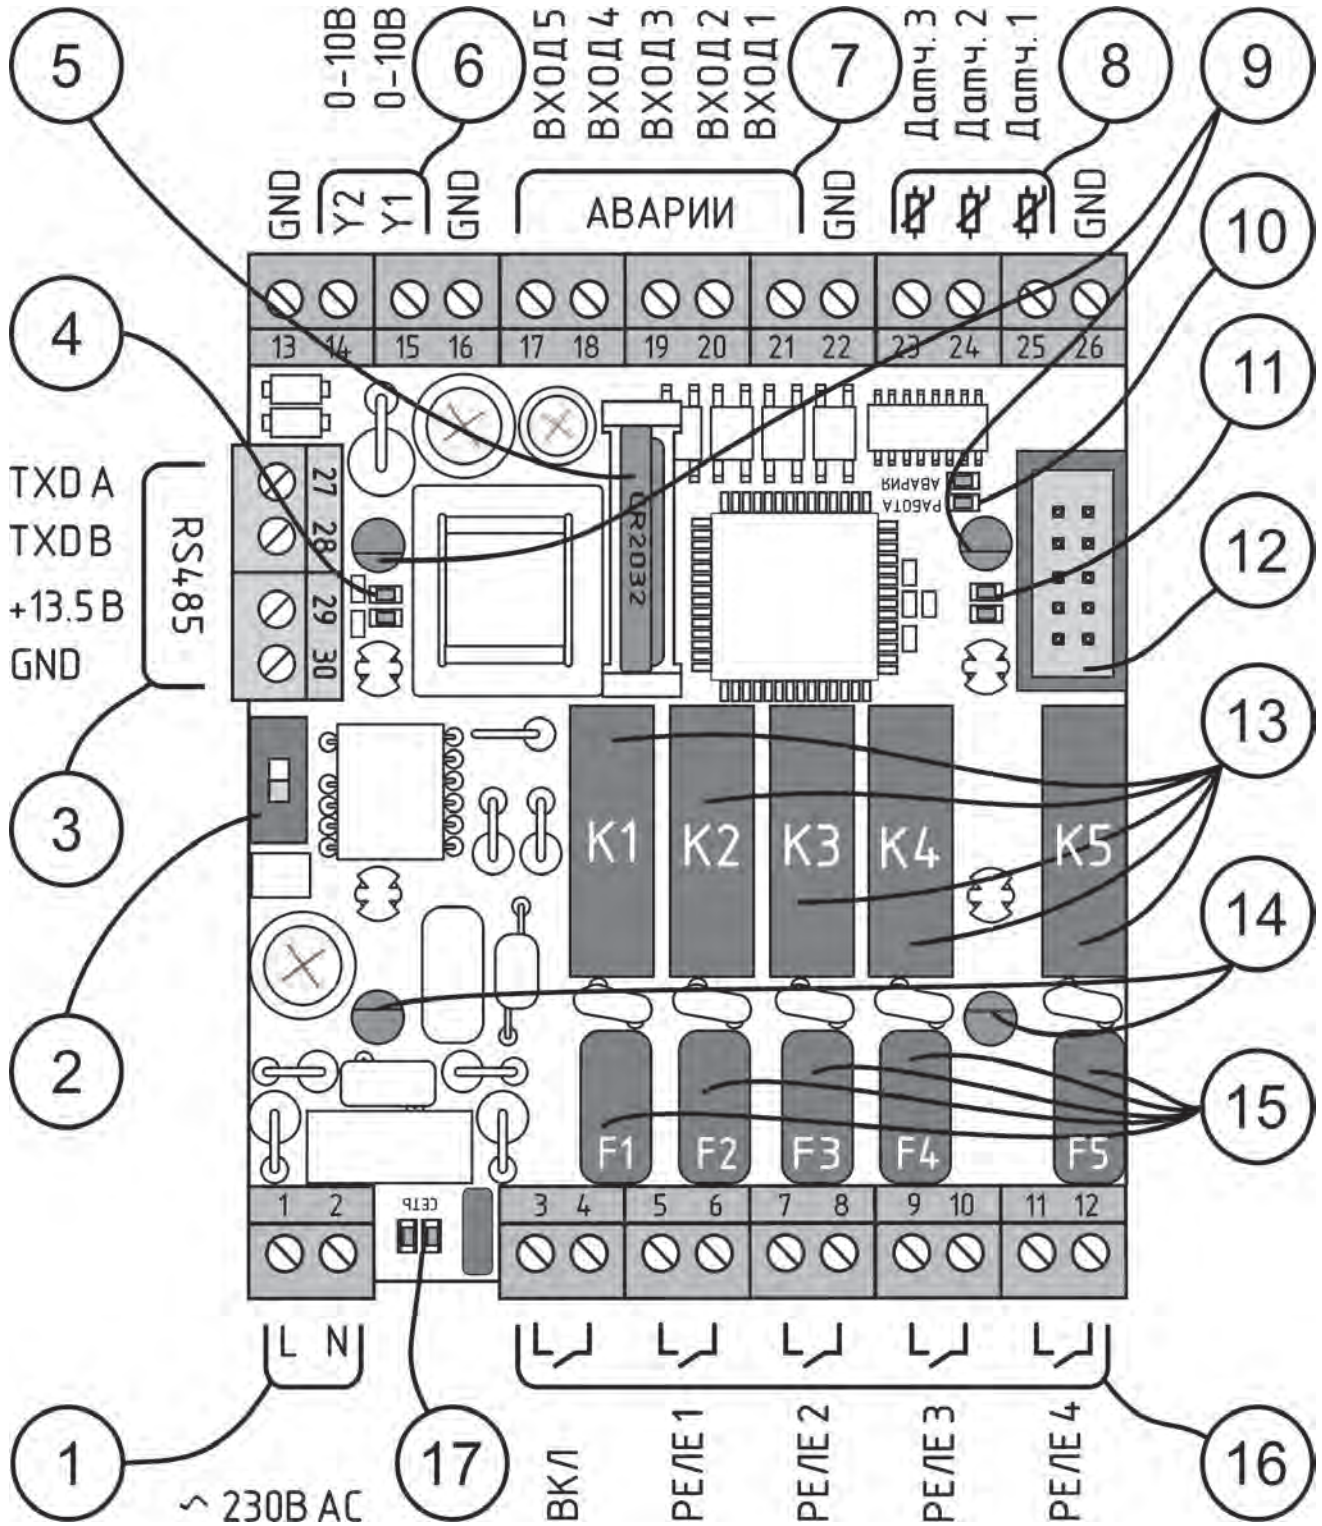

Рис. 1.1. Основные элементы и элементы индикации контроллера
1.3. Монтаж платы контроллера на DIN-рельс осуществляется совмещением фиксаторов с местом установки и легким нажатием до характерного щелчка. Для демонтажа контроллера необходимо поочередно поддеть тонкой шлицевой отверткой (не более 3мм) пластиковые фиксаторы, через специальные отверстия на плате, по одной стороне, ближе к клеммнику и легким движением приподнять плату с этой стороны. На Рис. 1.1 элементы 9 или 14.